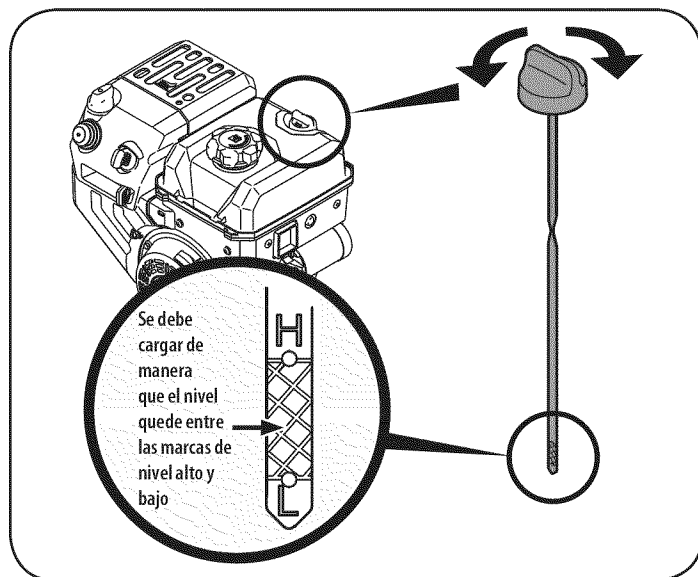

Figura 5
1. Retire el tapón de llenado de aceite/la varilla de medición y limpie la varilla de medición de aceite. Vea la Figura 5.
3. Saque el tapón / la varilla de medición de aceite. Si el nivel es bajo, agregue aceite lentamente hasta que el registro marque entre nivel alto (H) y bajo (L), Figura 5. Consulte la sección Mantenimiento del motor para ver la viscosidad y capacidad de aceite del motor correctas.